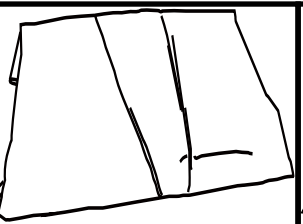

IMAGEN 3
Paso 2. Pliegue cada mitad del rectángulo para conseguir una forma rectangular más pequeña (IMAGEN 3).